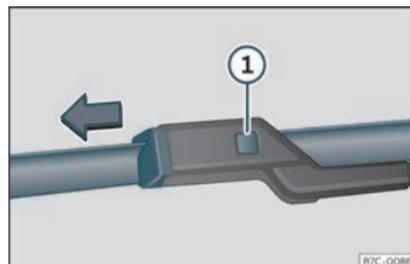

Fig. 41 Remplacement des balais d'essuie-glace.
- Maintenez la touche de déverrouillage »» fig. 41 ❶ enfoncée en tirant légèrement le balai dans le sens de la flèche.